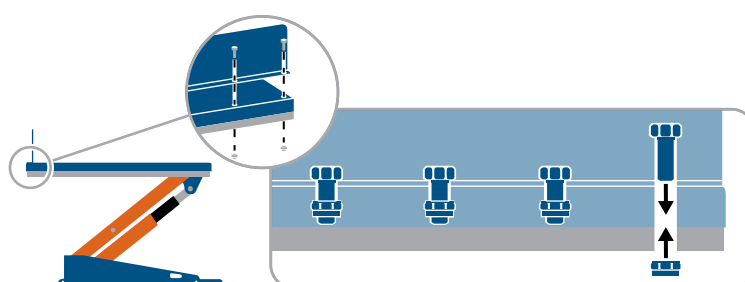

Figure 22 Installation du dispositif de retenue avec au moins quatre vis.
15. Installez le dispositif de retenue de la plateforme avec au moins quatre vis. Utilisez des écrous en sous-face de la plateforme. Voir figure 22.